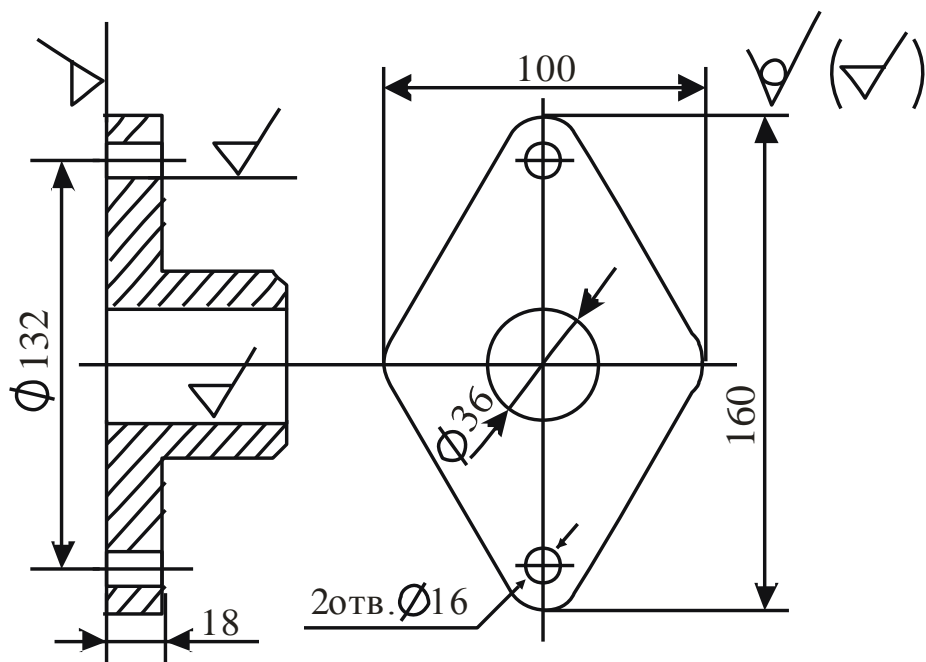

Рисунок 8
2. По ескізу деталі (рис. 8) розробіть ескізи елементів ливарної форми, моделі стрижньового ящика, зібраної ливарної форми (в розрізі). Опишіть послідовність виготовлення форми методом ручного формування. Матеріал деталі - СЧ20.